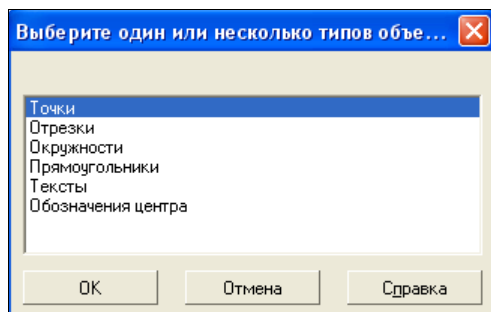

Рис. 8.10. Диалоговое окно **Выберите один или несколько типов объектов**
- ◆ щелкните ЛК мыши по кнопке **Выделить по типу**. Система вывела на экран диалоговое окно **Выберите один или несколько типов объектов** (рис. 8.10) со списком элементов, выделенных в активном документе;